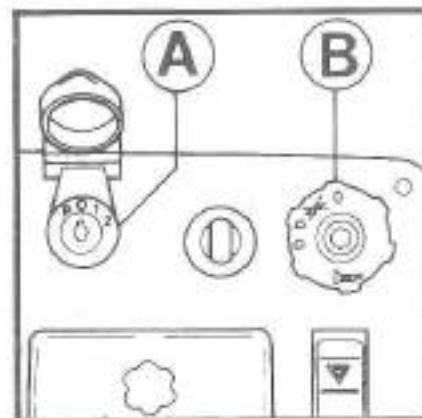

Abb. 7 Anleaser und Lichtschalter.
Der Schlüssel kann auf vier Positionen gestellt werden - «A» (Abb. 7):
Mit Schlüssel auf Position 1 wird das Einschalten der Scheinwerfer in der Folge «B» (Abb. 7) ermöglicht. Die Hupe wird durch leichten Druck auf den Lichtschalter ausgelöst.
- den Schlüssel an der Schalttafel einstecken (Abb. 7) und auf die Position 1 drehen; dabei sollen nur die Kontrollampen für unzureichende Batterieladung, unzureichenden Öldruck und für die Vorwärmfunktion aufleuchten.